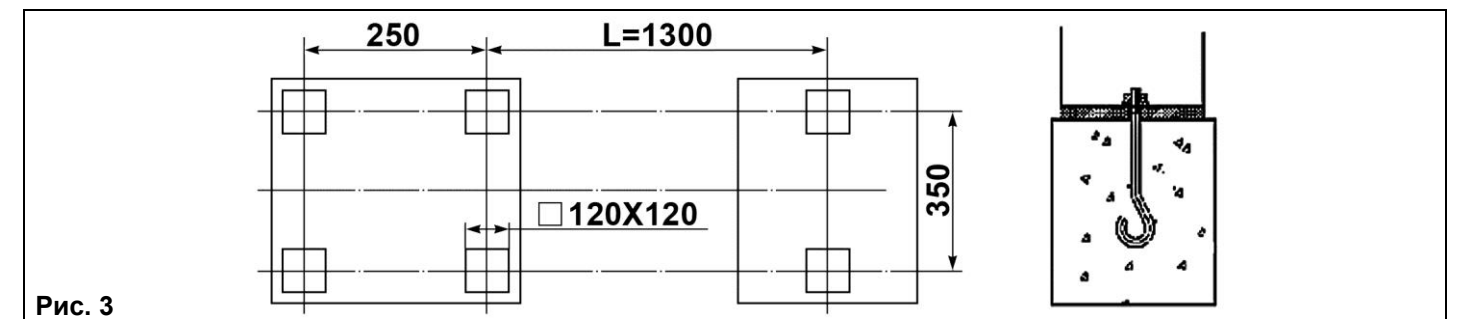

Рис. 3
5.6. На рис.3 изображена планировка фундамента для станка. Для оптимального устройства фундамента с учётом местных условий его необходимо выполнить в соответствии со СНиП 2.02.05-87 (Строительные нормы и правила. (Фундаменты машин с динамическими